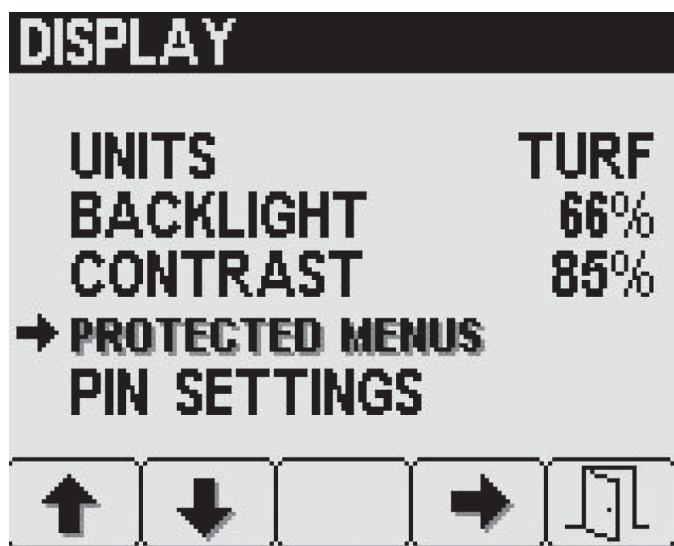

図 29
- 表示Display画面でボタン2を何度か押して保護メニューProtected Menuへ移動し、ボタン4でそれを選択する 図 29。
- ボタン2を何度か押して希望する項目を表示させる 図 29。